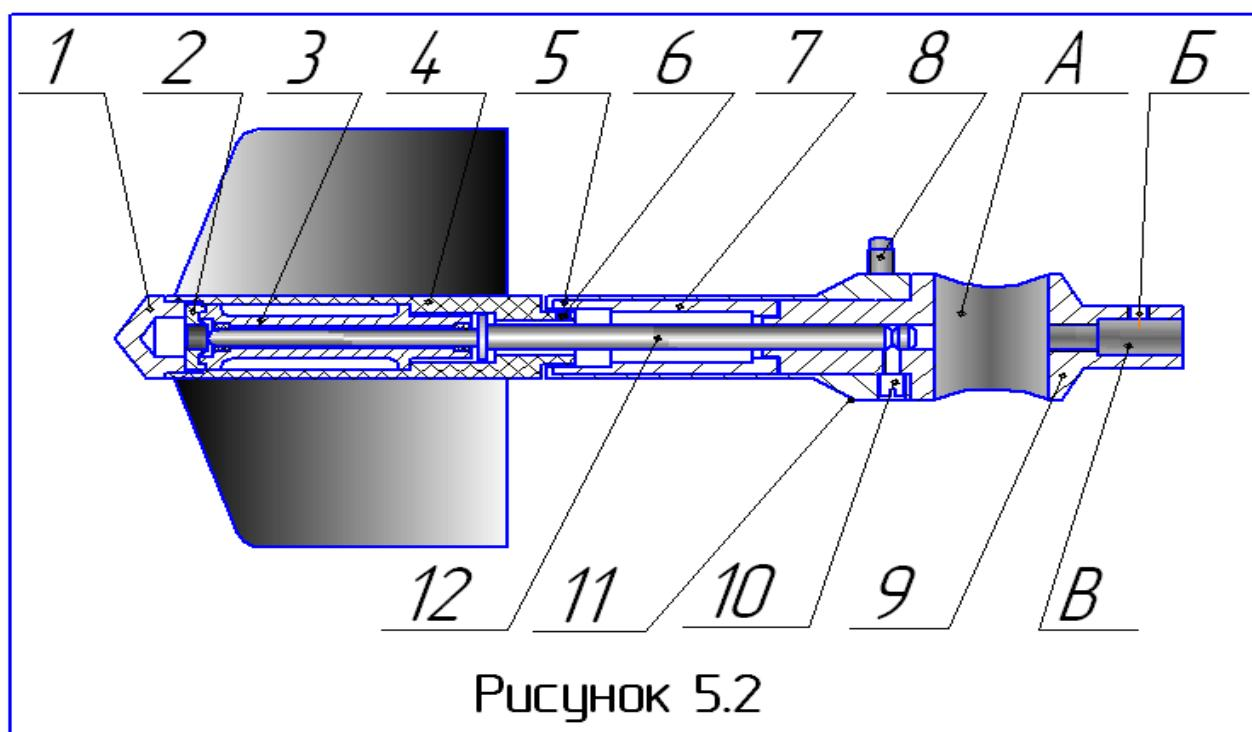

Рисунок 5.2
5.2 Вертушка (рисунок 5.2) состоит из корпуса, ходового механизма и сигналопровода.
- б) отсоединить ходовой механизм (см. рисунок 5.2) вертушки, для чего отвинтить винт **10** и, держа ходовой механизм за лопастной винт, вынуть его из корпуса. Держать вертушку при этом лопастным винтом вверх.
- б) вывинтить полностью винт 10 (см. рисунок 5.2),